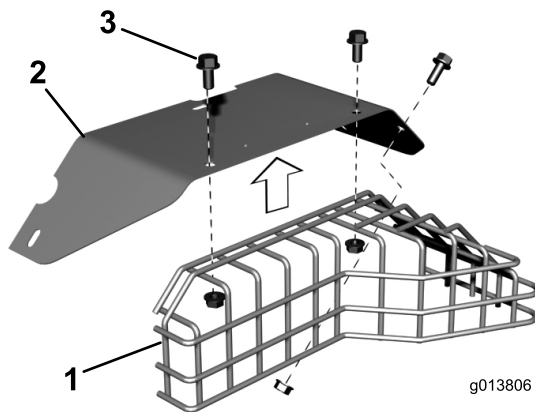

Figura 5
8. Retire los 3 tornillos con arandela prensada y las tuercas con arandela prensada que sujetan el protector del silenciador al protector del tubo de escape (Figura 5). Guarde el protector del tubo de escape y 2 de los tornillos con arandela prensada y tuercas con arandela prensada.